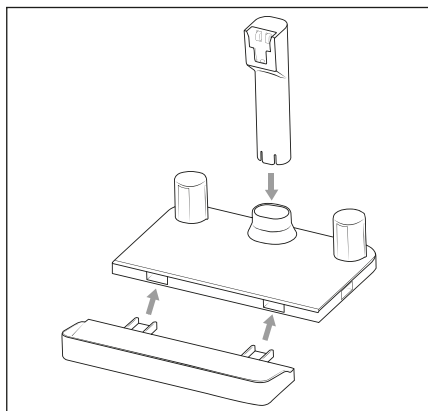

Fig. 4
① Remarque
- 1) Assemblez la station de recharge **15** et fixez le support d'appareil **17** de la station de recharge **15** (voir fig. 4).